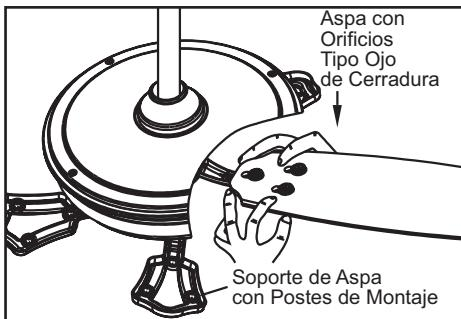

Figura 15a
1. Monta las aspas del ventilador en el soporte de aspa alineando los tres orificios tipo ojo de cerradura del aspa con los tres postes de la parte superior del soporte del aspa (Figura 15a).
2. Sostén el aspa con ambas manos cerca del soporte de la misma y presiónala hacia abajo con firmeza. Asegúrate de que los orificios tipo ojo de cerradura estén correctamente apoyados sobre los postes del soporte del aspa. (Figura 15a)